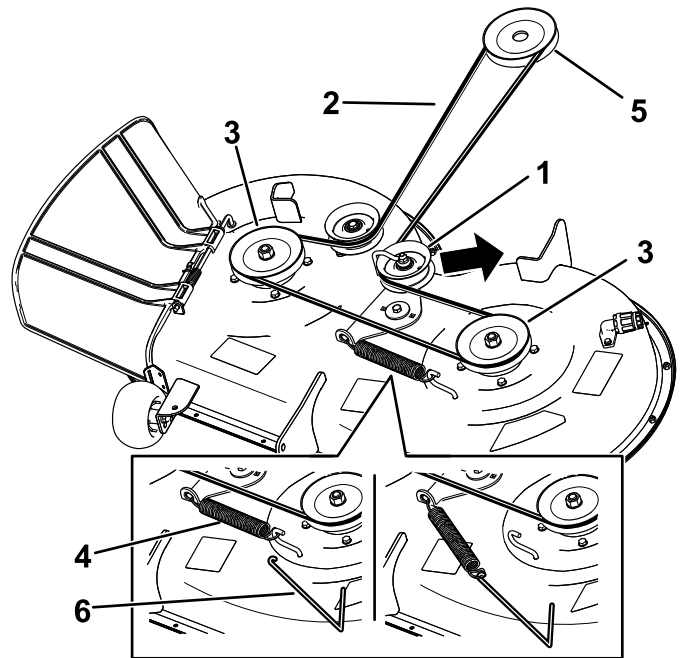

Figura 54
6. Utilize um removedor de molas (Peça Toro n.º 92-5771) para remover a mola intermédia do gancho da plataforma para retirar tensão da polia intermédia e rode a correia para fora das polias (Figura 54).
7. Coloque a nova correia em redor da polia do motor e nas polias do cortador (Figura 54).
8. Utilizando um removedor de molas (peça Toro n.º 92-5771), instale a mola intermédia por cima do gancho da plataforma para colocar tensão na polia intermédia e na correia do cortador (Figura 54).